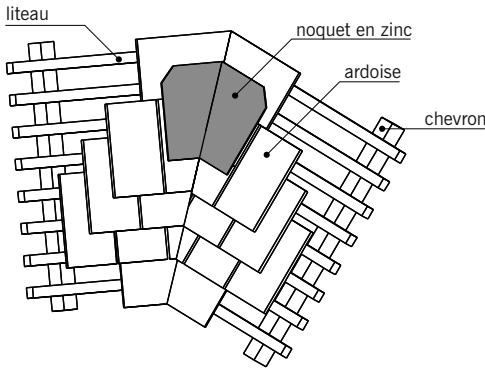

fig. 7.48
■ Le **noquet** (fig. 7.48 et 7.49) : pièce pliée en zinc intercalée entre chaque rang de tuiles (ou d'ardoises) pour assurer l'étanchéité au niveau des noues et des arêtiers de toiture.